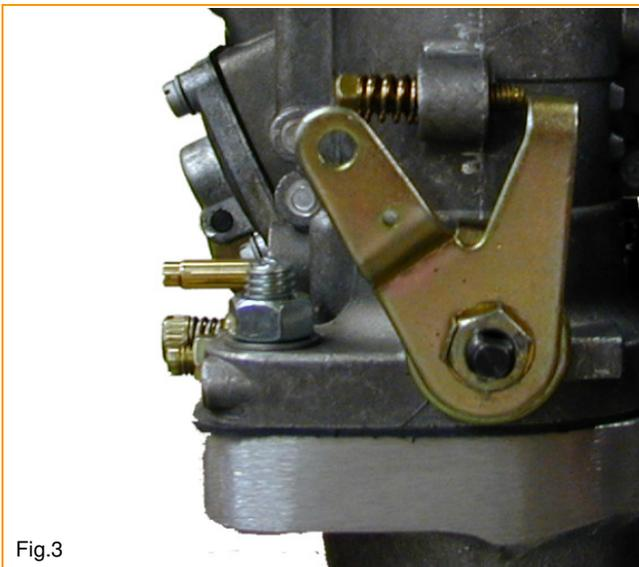

Fig.3
- Carefully bend the lock tab on the front throttle shaft retaining nuts with a screw driver. (Fig.3)
- Biegen Sie an beiden Vergasern das Sicherungsblech der (in Fahrtrichtung) vorderen Drosselklappenwellenmutter mit einem Schlitz-Schraubendreher zurück. (Fig.3)